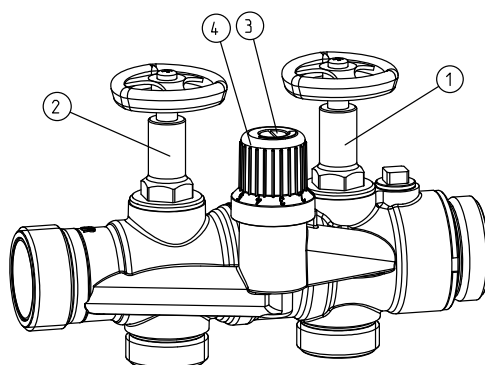

Fig. E-1 Bloc de raccordement
Positionner la molette de réglage sur une valeur moyenne de l'échelle (fig. E-1, pos 4).